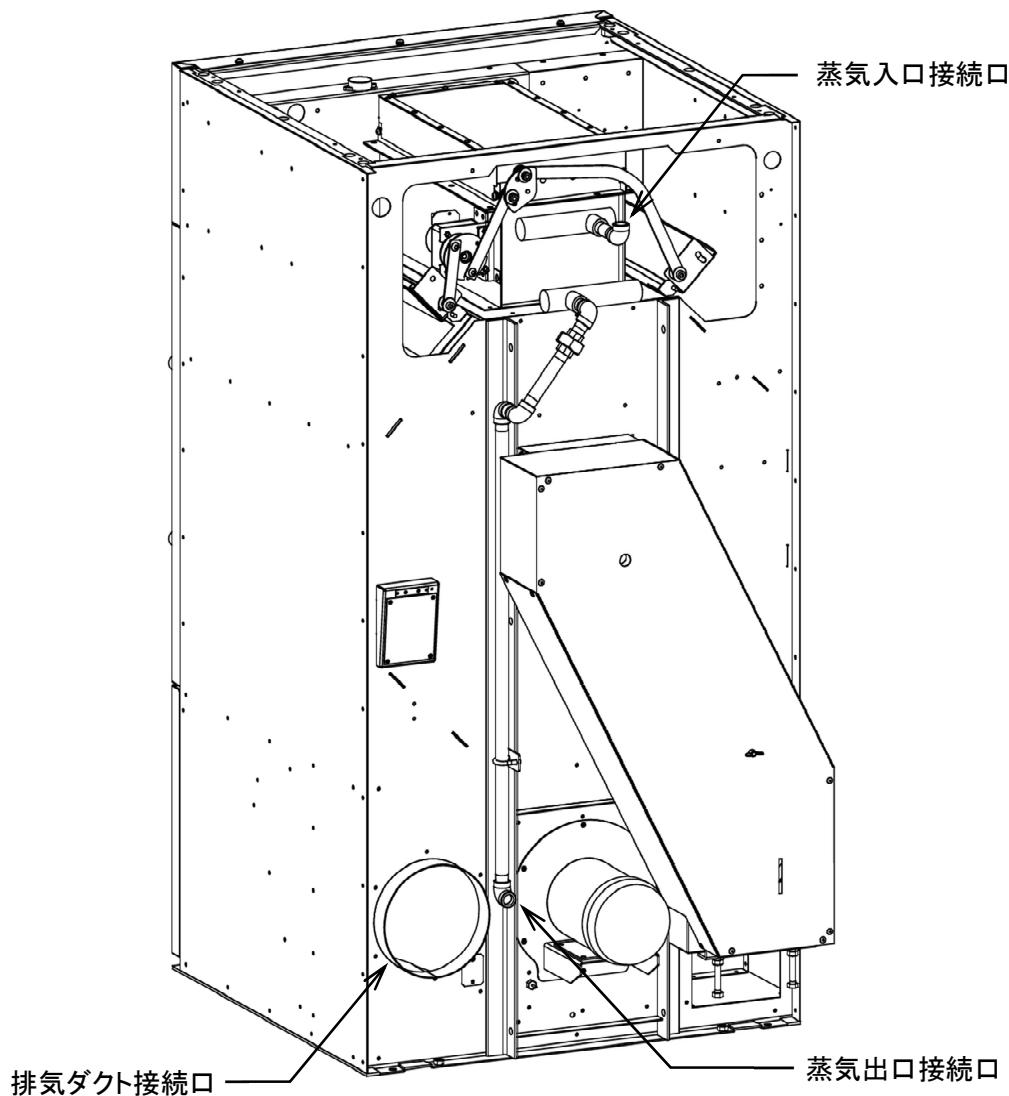

図 5-1
- 蒸気入口接続口及び蒸気出口接続口に配管を接続します。(図 5-1)
- ・ 排気ダクト接続口にダクトを接続します。外形は  $\phi 198\text{mm}$  です。(図 5-1)